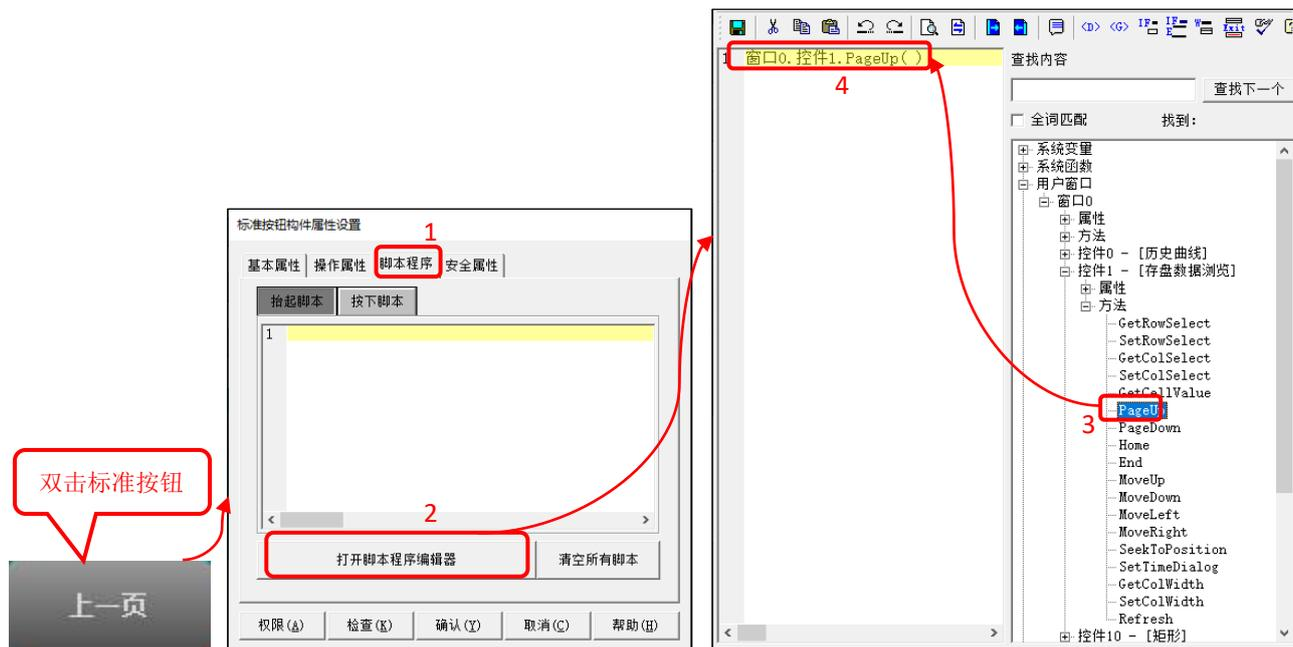

图 5.2-19 添加存盘浏览构件方法函数
- ⑦ 报警浏览构件历史数据显示功能组态完成，用户还可以选择使用报警浏览构件提供的方法函数，实现在工程运行时，执行“上一页”、“下一页”、“显示指定时间段数据”、“数据刷新”等功能。
- ⑧ 如图 5.2-19 所示，在“窗口 0”添加一个标准按钮构件，修改标准按钮构件的显示文本为“上一页”，再进入其“脚本程序”页，点击“打开脚本程序编辑器”，在右侧对象树依次展开“用户窗口” →